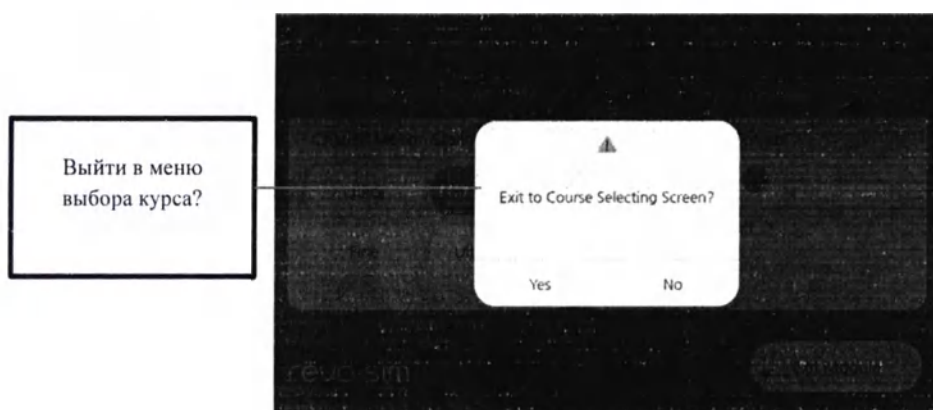

Рис. 19 Сенсорный экран для выхода из модуля
- Выход из модуля: кнопка Exit Module  позволяет вам выйти из модуля текущего курса. Нажмите соответствующую кнопку для отображения всплывающего окна для подтверждения завершения работы модуля, как показано на рис. 19. Нажмите кнопку Да [Yes] для выхода из модуля.